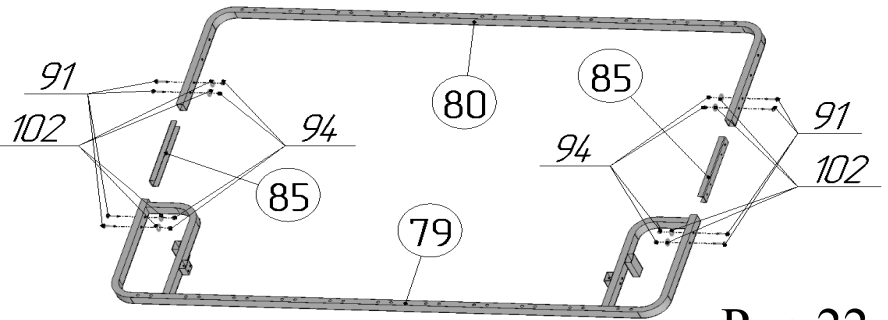

Рис.22
25. Соединить раму дивана переднюю поз.79 с рамой дивана задней поз.80 с помощью соединителей поз.85, винтов М6х30 поз. 91, шайб Ø6х18 стальных поз.102 и гаек М6 со стопорным кольцом поз. 94 (рис.22).